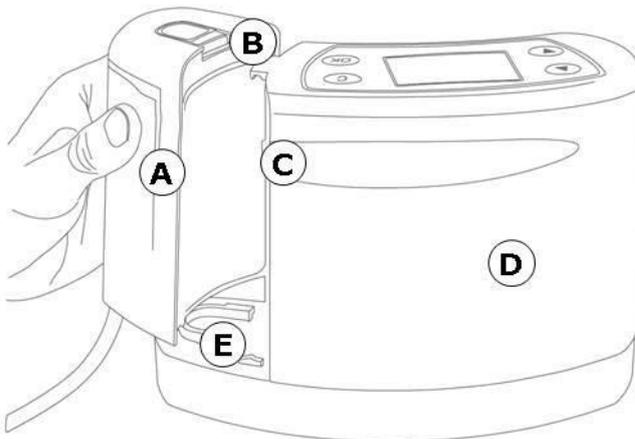

Abb. 5 Anschluss des Einweg-Sekretbehälters
1. Nehmen Sie den Einweg-Sekretbehälter (Abb. 5 (A)) aus der Verpackung.
2. Schieben Sie den Behälter auf die Führungsschiene (Abb. 5 (E)) am **ASSKEA prowound® M**, bis der Einweg-Sekretbehälter hörbar an der Verriegelung (Abb. 5 (B)) einrastet.
Die Konnektierung des Einweg-Sekretbehälters (750 ml) erfolgt ebenfalls gemäß der Abb. 5.